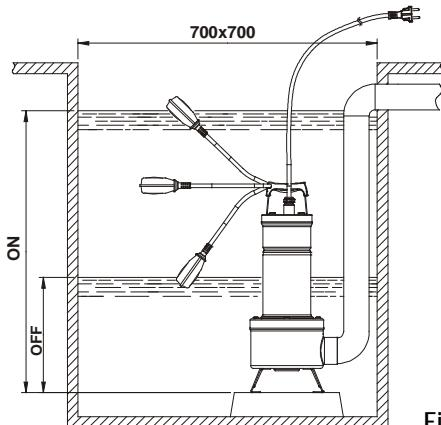

Fig.1
- 4.1 No caso em que o fundo do poço em que a bomba irá trabalhar apresente muita sujidade, é oportuno aprontar um suporte onde apoiar a bomba para evitar entupimentos (**Fig.1**).
- 4.4 Para a versão provida de interruptor de bóia, verificar que esta se possa mover livremente (VER O PARÁGRAFO: REGULAÇÃO DO INTERRUPTOR DE BÓIA). Prever poços de alojamento com as dimensões mínimas indicadas na **Fig.1**. O poço também deverá ser sempre dimensionado em relação à quantidade de água que chega e ao débito da bomba, de forma a não submeter o motor a um número excessivo de arranques.